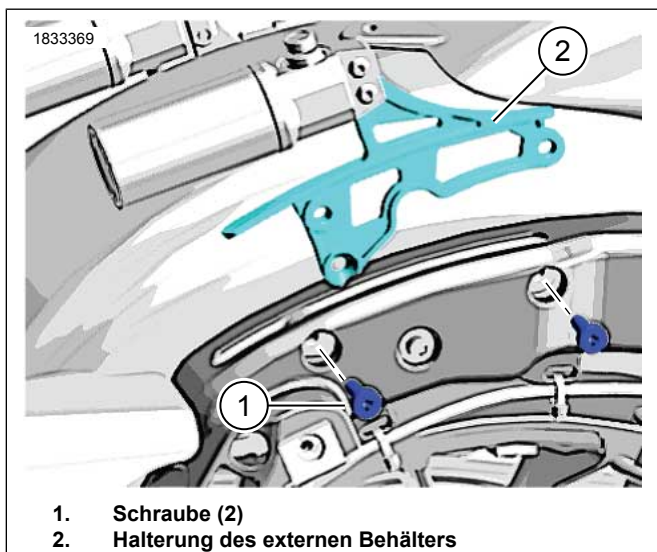

Abbildung 2. Entfernen der Halterung des externen Behälters
1. Siehe Abbildung 2. Die Schrauben (1) entfernen. Entsorgen.
2. Die Originalausstattung (Original) -Halterung (2) des externen Behälters entfernen.